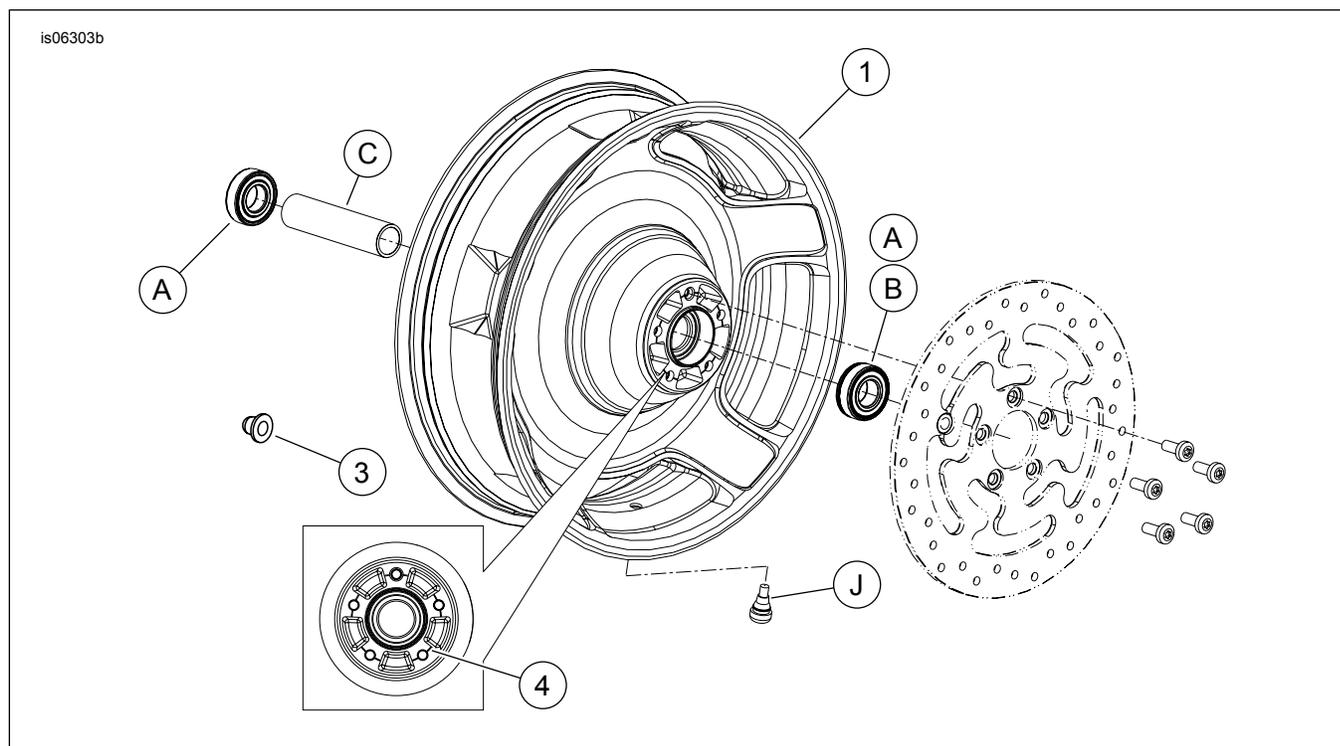

Figura 1. Piezas de servicio: Rueda trasera Airstrike
Vea Figura 1 y Tablas de piezas de servicio.
2. Vea Figura 1. Instale el conjunto del vástago de la válvula (J) en la rueda. Vea NEUMÁTICOS en el Manual de servicio.